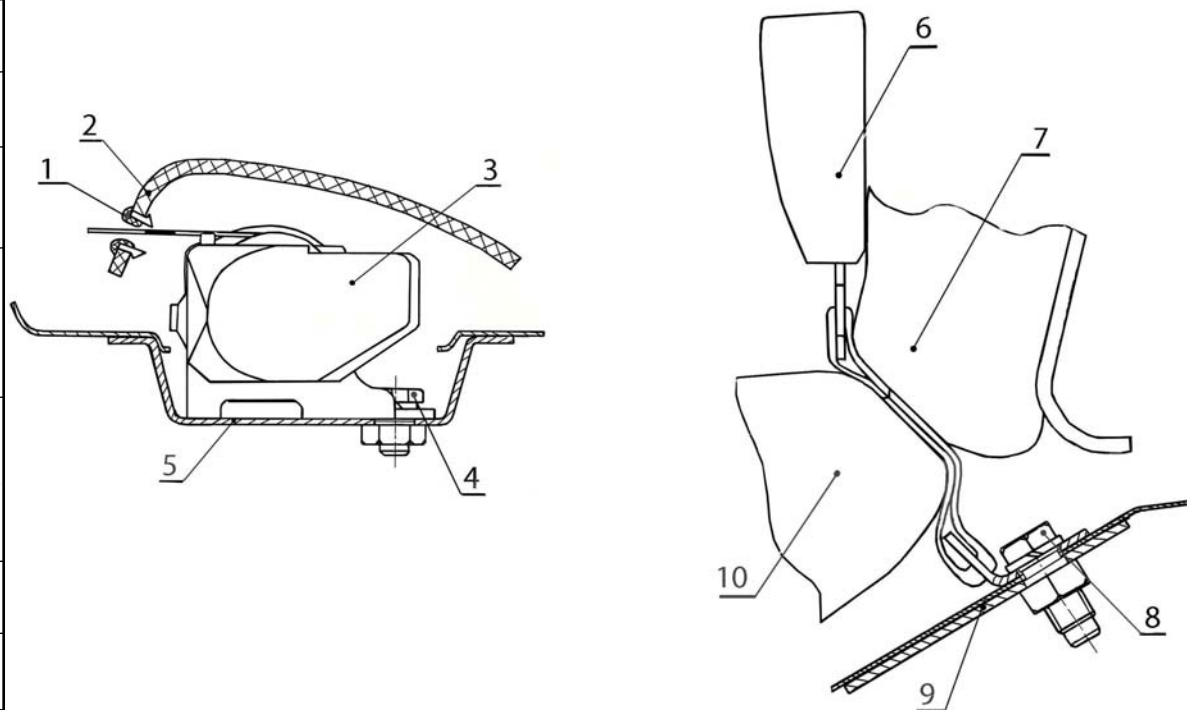

Рис.18. Установка заднего среднего ремня безопасности:
9.2.1 Откинуть подушку 10, рис.18, заднего сиденья, снять спинку 7 сиденья согласно требованиям данной ТИ, раздел 8.
9.2.8 Отвернуть болт 8, рис.18, крепления замка ремня безопасности на поперечине заднего пола и снять замок (ключ кольцевой 17).